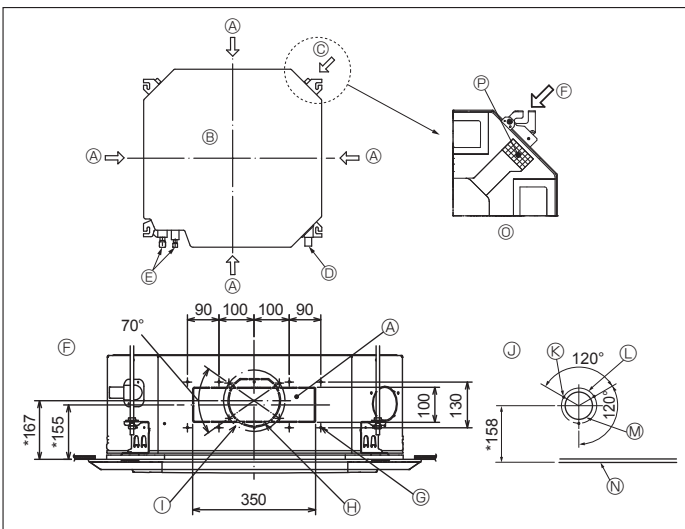

Fig. 3-4
3.4. Åbning til forgreningskanal og åbning til friskluftsindtag (Fig. 3-4)
Når enheden monteres, bruges kanalåbningerne (udskæringer) placeret som vist i Fig. 3-4 når og hvis behovet opstår.